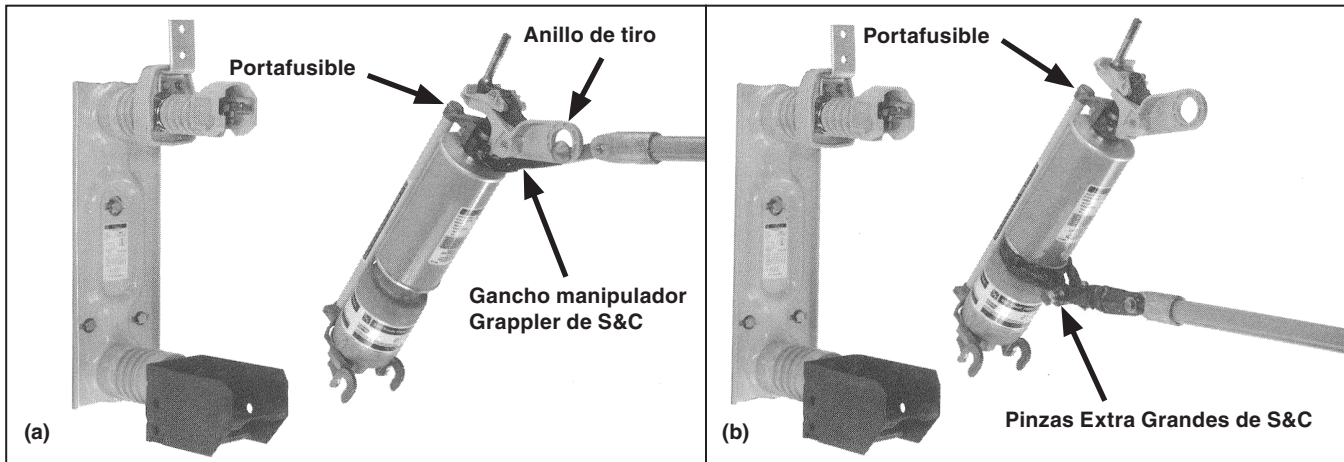

Figura 4. Extracción (o instalación) del portafusible utilizando el Gancho Manipulador Grappler de S&C 4(a) o las Pinzas Extra Grandes de S&C 4(b).
- (a) Enganche el gancho manipular Grappler a la pértiga universal en una posición aproximadamente alineada con la línea central de la pértiga, tal y como se muestra en la Figura 4(a). No obstante, debido a que la mayoría de las posiciones favorables del gancho manipulador Grappler dependen de la elevación del montaje del portafusible en relación al operador, dicha herramienta de manipulación se debe ajustar según sea necesario para adaptarse a las circunstancias.
- (c) Coloque el gancho manipulador Grappler en el anillo de tiro del portafusible. Después, estando parado en una posición normal erecta en frente de la pértiga universal, quite el portafusible del montaje con un movimiento hacia arriba. Ver Figura 4(a).
- (a) Sujete las pinzas extra grandes a la pértiga universal, tal y como se muestra en la Figura 4(b). No obstante, debido a que la mayoría de las posiciones favorables de las pinzas grandes dependen de la elevación del montaje del fusible en relación al operador, dicha herramienta de manipulación se debe ajustar según sea necesario para adaptarse a las circunstancias.
PASO 1. Utilice una pértiga universal● que esté equipada con un gancho manipulador Grappler de S&C■ con unas Pinzas Extra Grandes de S&C▲ para instalar los portafusibles en montajes con capacidad de 13.8 kV. Ver la Figura 4 en la página 8. Los portafusibles para los fusibles con capacidad de 25 kV se deben instalar con la mano, siempre y cuando el montaje haya sido desenergizado y aterrizado correctamente de conformidad con las prácticas operativas de la localidad. Para ver las instrucciones de cierre de fusibles, favor de consultar el paso 2.
- (a) Sujete las pinzas extra grandes a la pértiga universal, tal y como se muestra en la Figura 4(b) en la página 8. No obstante, debido a que la mayoría de las posiciones favorables de las pinzas grandes dependen de la elevación del montaje del fusible en relación al operador, dicha herramienta de manipulación se debe ajustar según sea necesario para adaptarse a las circunstancias.
- (c) Enganche la herramienta de manipulación con seguridad en la ubicación que se muestra en la Figura 4(b) en la página 8. Asegúrese que las mordazas de la herramienta de manipulación estén apretadas por completo antes de intentar levantar el portafusible. Después, al estar parado en una posición erecta normal en frente de la pértiga universal, levante el portafusible y bájelo hacia la bisagra, asegurándose de que el portafusible esté bien empotrado en la bisagra antes de desenganchar la herramienta de manipulación.